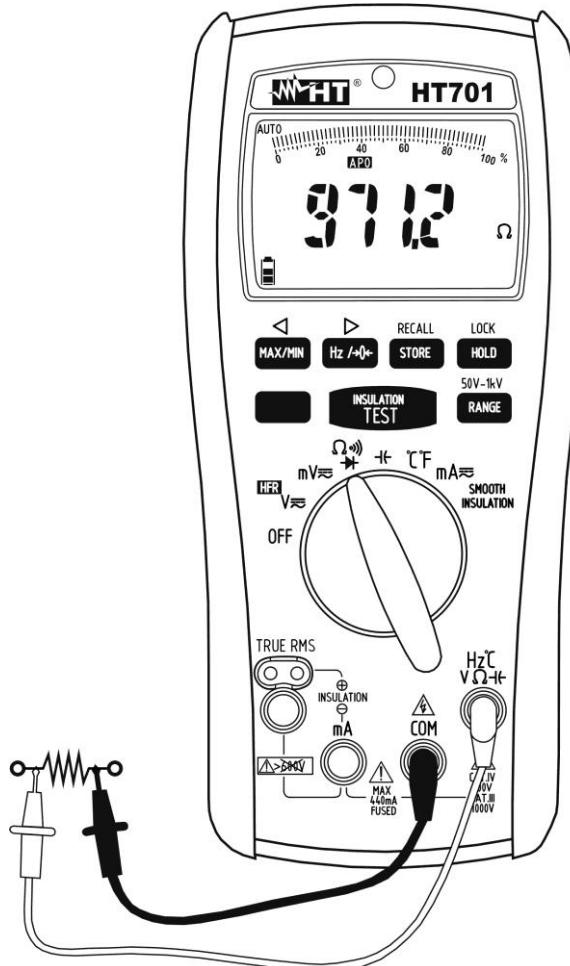

Abb. 6: Verwendung des Gerätes für Widerstandsmessung und Durchgangsprüfung
3. Verbinden Sie die rote Messleitung mit der **Hz°CVΩHz** Eingangsbuchse, und die schwarze Messleitung mit der **COM** Eingangsbuchse (siehe Abb. 6)